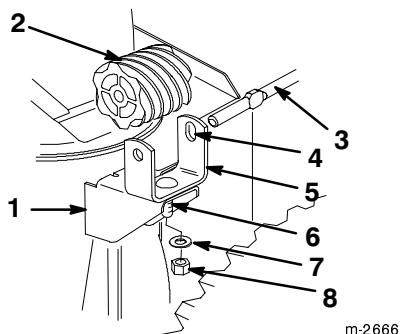

Figure 15
5. Introduisez le vis de carrossier dans le trou de montage du support de la vis sans fin (Fig. 15).
6. Placez la vis sans fin dans le support, les trous fendus en face les uns des autres. Introduisez la tige de commande de l'éjecteur dans les trous (Fig. 15).
7. Montez la vis sans fin et le support sur la bride, sans serrer, à l'aide d'un vis de carrossier, d'une rondelle plate et d'un contre-écrou (Fig. 15).